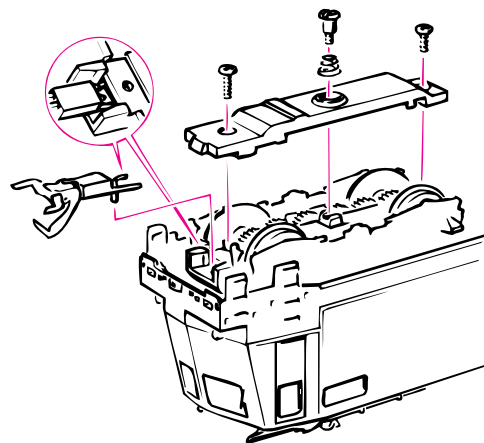

Fig. 8
5. Kohlebürstenwechsel: Lokgehäuse abnehmen (Fig. 3). Danach wird der **Motor ausgebaut** und die **Kohlebürsten ausgewechselt** (Fig. 8).
5. Remplacement des balais du moteur: Démontez la caisse (voir fig 3). Démontez ensuite le moteur et échangez le balais (fig. 8).
5. Sostituzione delle spazzole di carbone: Rimuovere la carrozzeria della locomotiva (fig. 3). Dopodiché smontare il motore e sostituire le spazzole di carbone (fig. 8).